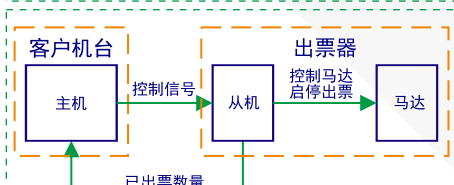

图 2
3. 主机输入控制信号、从机输出信号、马达转动三者之间的关系如图3所示, 工作流程如图2所示。